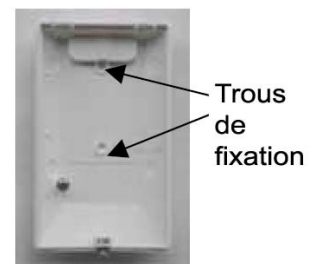

Fig. 5
4. Fixez la base avec deux vis (Fig. 5) ou utilisez la bande velcro fournie à un emplacement choisi, 2 mètres